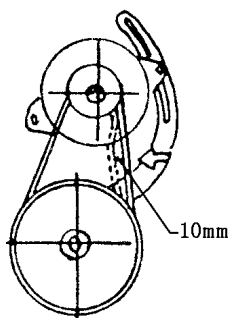

FIGURA 5-19
18. VERIFIQUE E AJUSTE A CORREIA DO ALTERNADOR (VER FIGURA 5-19).